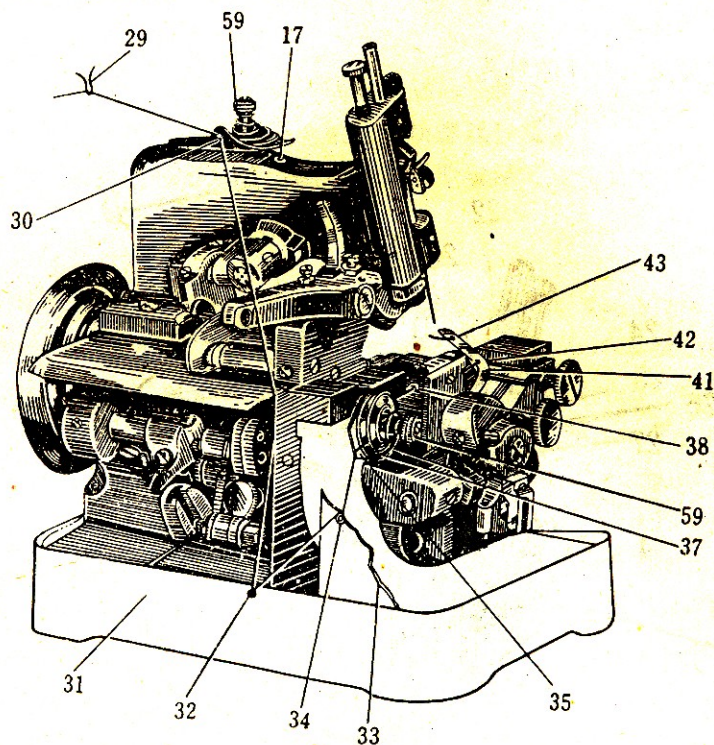

图 7
7. 小弯针穿线方法: (参阅图 7 ~ 8)
从线轴上引出线头, 向上通过过线钩29(参阅图 7);
穿过下过线板35的孔36(参阅图 7 ~ 8);
Draw the thread out from the bobbin and pass it (see Fig.7) across the thread hook(29).
调节机针及大、小弯针上的缝线松、紧时, 可使用夹线螺母(参阅图7~9)。